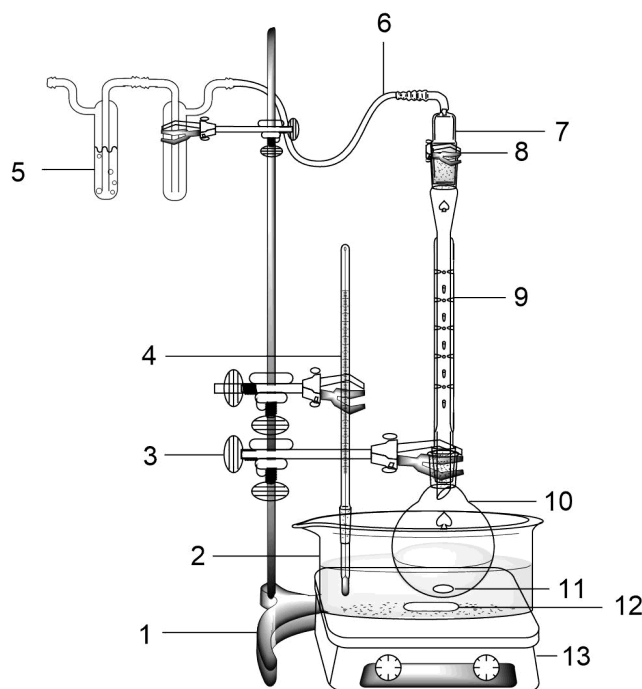

图 1: 1 = 铁架台, 2 = 水浴, 3 = 铁夹, 4 = 温度计, 5 = 尾气吸收瓶, 6 = 塑料软管, 7 = 带内磨砂玻璃的连接头, 8 = 黄色塑料夹, 9 = 分馏柱, 10 = 圆底烧瓶, 11 = 磁子, 12 = 磁子, 13 = 可加热的电磁搅拌器
5. 如图 1 所示，将分馏柱 (Vigreux column) **连接到**烧瓶上。在分馏柱上，**连接**带有塑料软管接头，该接头通过塑料软管连接到尾气吸收瓶 (瓶中装有 NaOH 的 EtOH/H₂O 溶液)。用黄色塑料夹**固定**连接部分。